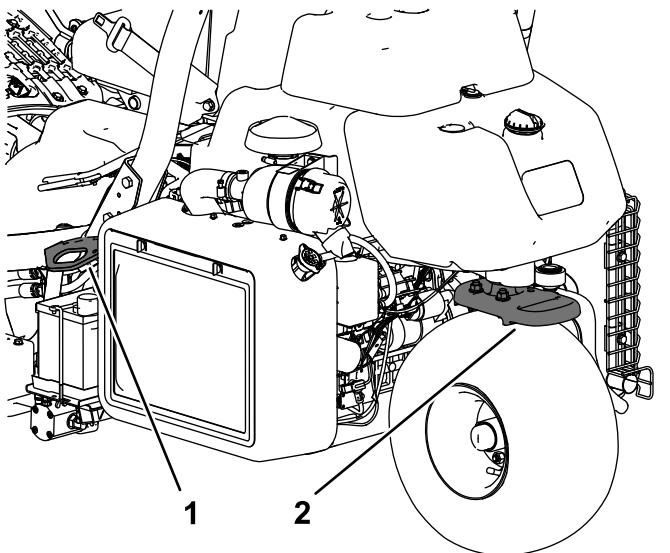

Figura 30
- Fissate saldamente la macchina in basso utilizzando cinghie, catene, cavi o corde. Sia la cinghia anteriore, sia quella posteriore dovranno essere rivolte verso il basso e all'esterno rispetto alla macchina (Figura 30).